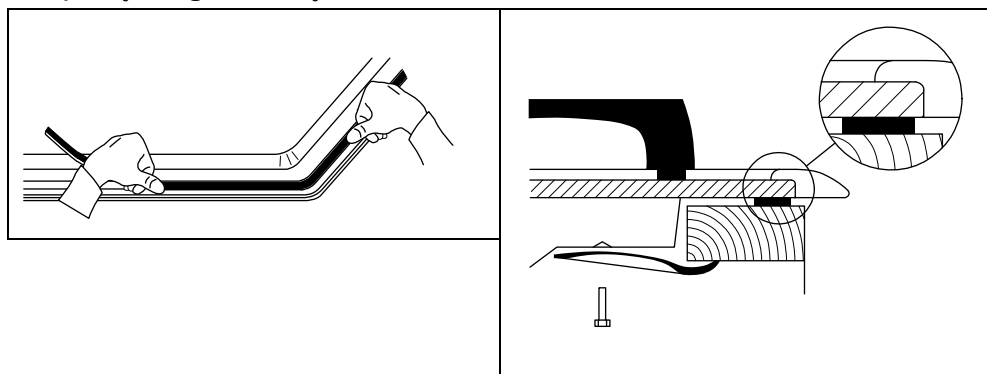

Fig. 6. Instalarea garniturilor de etanșare și a elementelor de fixare
Elementele de fixare care intră în setul suprafeței de gătit sunt destinate pentru fixarea acesteia de fața mesei cu grosimea de la 20 pînă la 40 mm. Schema de fixare a suprafeței de gătit este arătată în Fig. 6. Pentru o fixare mai sigură a suprafeței de gătit utilizați toate elementele de fixare din dotare.
6. Înainte de instalarea propriu-zisă a suprafeței de gătit folosiți în mod obligatoriu bandă de cauciuc pentru etanșare pentru a asigura adeziunea calitativă la suprafața feței de masă (Fig. 6).